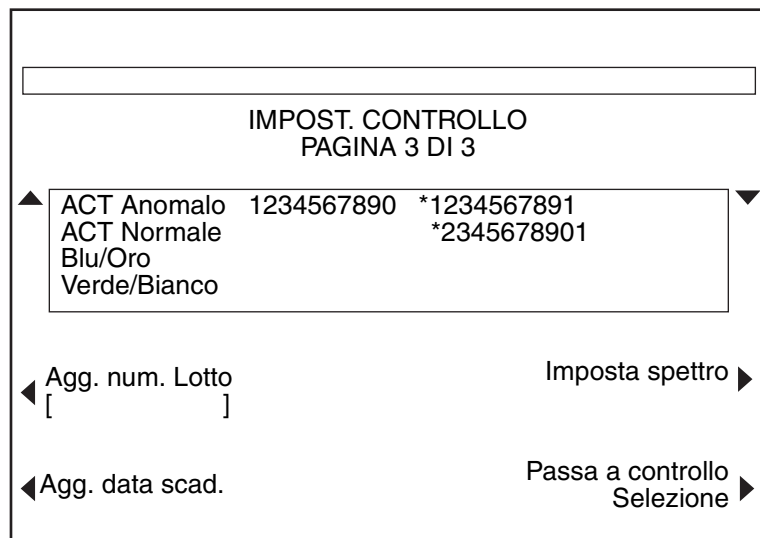

Figura 3-16. Schermata Lotto contr/scad. dopo che viene premuto il tasto Lotto/Data scadenza
5. **Agg. It/data scd.** - Quando viene premuto questo tasto, viene visualizzata una serie di opzioni per tasti sulla schermata utilizzata per la modifica del numero di lotto e/o della data di scadenza del controllo selezionato. Viene visualizzata la schermata illustrata nella Figura 3-16. Vedere di seguito la descrizione di questi tasti funzione.
Quando viene premuto il tasto Agg. It/data scd., la schermata IMPOST. CONTROLLO viene visualizzata come riportata nella Figura 3-16.